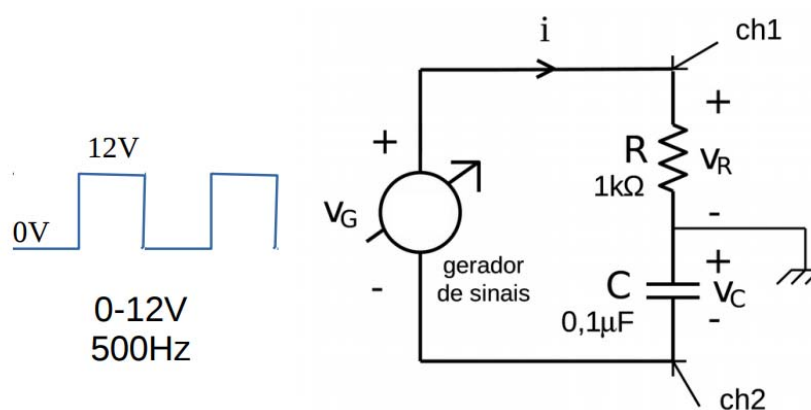

Figura 6 – Circuito RC para montagem prática.
Monte o circuito da Figura 6. A tensão de entrada, obtida do gerador de funções, é uma forma de onda quadrada de amplitude 0V e 12V (E), com uma frequência de 500Hz, suficiente para a cada meio-ciclo o capacitor se carrega e descarregar completamente. Coloque o terra das duas ponteiros do osciloscópio entre o capacitor e o resistor, um canal do osciloscópio sobre o resistor (monitorando a tensão no resistor tem-se uma imagem da corrente que circula no circuito) e o outro canal sobre o capacitor (observe que a tensão no capacitor será medida invertida em relação a  $v_c(t)$ , portanto inverter este canal para se observar a tensão com a polaridade correta), como apresenta a Figura 6.